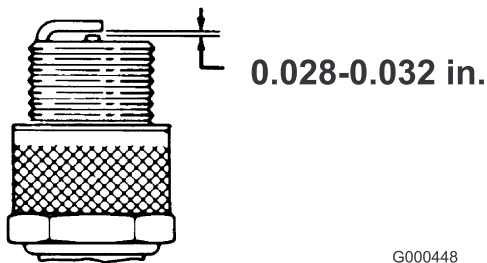

Bild 30
3. Stellen Sie den Abstand auf 0,7 bis 0,8 mm ein (Bild 30). Setzen Sie Zündkerzen ein, die den richtigen Abstand aufweisen, und ziehen Sie sie auf 17 ft.23 N-m an.